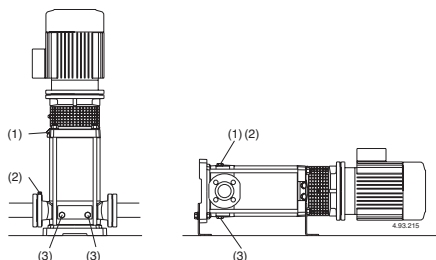

Рис. 4Д (1) Наполнение и отдушина
При положении насоса выше уровня перекачиваемой жидкости (работа в режиме всасывания, рис. 3А) или при недостаточной высоте напора (менее 1 м) для открытия обратного клапана наполните всасывающую трубу и насос через соответствующее отверстие (1) (рис. 4а, 4д). Для удобства можно использовать шланг (или колено) и воронку.
Во время наполнения винт со штифтом (14.17) в сливной пробке (14.12) должен быть откручен, чтобы имелось соединение между камерой подающей части и камерой всасывающей части (рис. 4а).
Рис. 4а Наполнение:
Рис. 4б При работе: внутренний проход открыт
При горизонтальной установке наполнять и выпускать воздух через отверстия (1) на корпусе насоса (14.00). При работе под гидравлическим напором (рис. 3В) наполняйте насос, медленно открывая задвижку на всасывающей трубе до полного раскрытия; при этом, задвижка в подающей трубе и отдушины (1) и (2) должны быть полностью открыты (рис. 4), чтобы выпустить воздух.
Закройте отдушины (1) и (2) (рис. 4д). Для MXV-B, MXV(L) 25-32-40-50 е MXV(L)4 25-32-40- 50 Затяните игольчатый винт (14.17) в сливной заглушке (14.12) (рис. 4б) и закройте отверстие для выпуска ВОЗДУХа (14.04). Запустите насос, закрыв задвижку на подаче и полностью открыв задвижку на всасывании. Сразу же после этого медленно откройте задвижку на подаче, регулируя рабочие параметры в пределах, указанных на заводской табличке.
Если заливка прерывается (непостоянный поток на подаче при открытых задвижках) или если вавление на манометре колеблется, проведите повторный выпуск воздуха на всасывании (2), проверить герметичность всех соединений всасывающей трубы и крепко затянуть выпускную заглушку (2) и сливные заглушки (3) со стороны всасывания (рис. 4).
По возможности, как в случае временной работы с грязными жидкостями, прокачайте через насос немного чистой воды для удаления осадков. Либо, после слива воды, промойте насос, залив не менее 40 л чистой воды в заливное отверстие (1) со стороны подачи и дав ей выйти через сливное отверстие (3) со стороны всасывания (рис. 4).
Перед разборкой насоса отсоединить провод от зажимной коробки, закройте задвижки на всасывании и подаче и слейте жидкость из корпуса насоса (рис. 4).
5. снять винты (61.07) и снять втулку (32.00) с подшипником (66.00) и соединением (64.22) с верхней крышки (34.02) и вала (64.00) - рис. 4б;